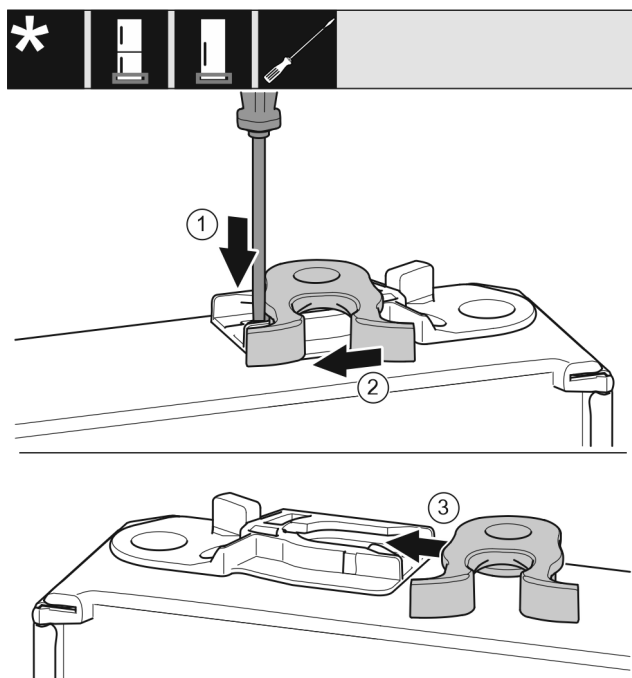

Fig. 51 *
- Spiediet ar plakano skrūvgriezi mēlīti Fig. 51 (1) uz leju.*
- Izvelciet aizvēršanas āķi Fig. 51 (2) no vadotnes.*
- Iebīdiet aizvēršanas āķi Fig. 51 (3) vadotnē otrajā pusē.*